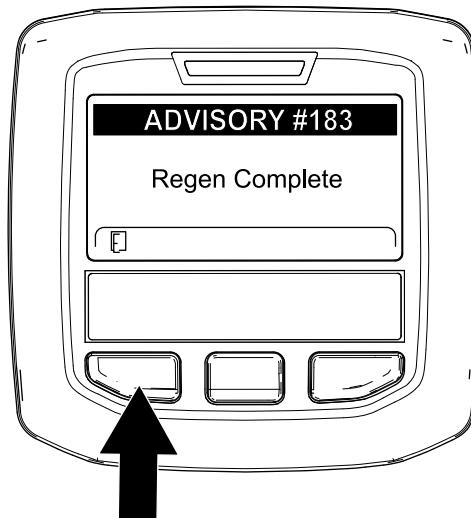

Bild 68
9. Wenn der Motorcomputer eine geparkte Regenerierung oder eine Wiederherstellung-Regenerierung abschließt, wird im InfoCenter ADVISORY #183 (**Bild 68**) angezeigt. Drücken Sie die linke Taste, um den Begrüßungsbildschirm anzuzeigen.
Hinweis: Wenn die Regenerierung nicht abgeschlossen wird, wird im InfoCenter „Advisory #184“ (**Bild 68**) angezeigt. Drücken Sie die linke Taste, um den Begrüßungsbildschirm anzuzeigen.